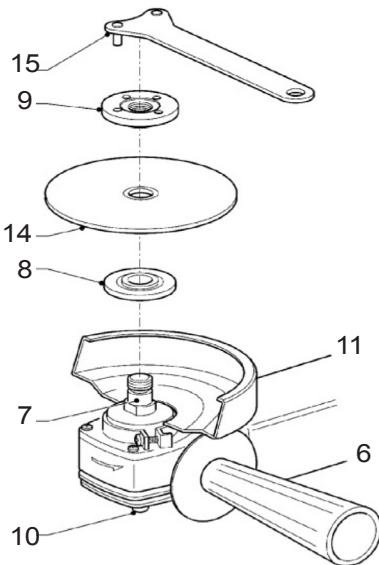

Рис.4
5.4. Монтаж шліфувальних інструментів (Рис.4).